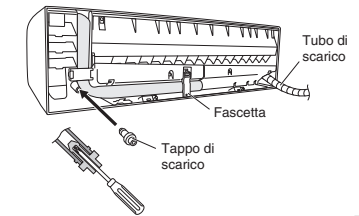

Fig. 3-100
- (d) Reinstallare il tubo di scarico sul lato sinistro e il tappo di scarico su quello destro. (Fig. 3-100)
- (3) Installare l'unità interna sul pannello posteriore.
- (4) Collegare i tubi e i cavi provenienti dall'esterno.
- (5) Dopo avere verificato con una prova di tenuta l'assenza di perdite fasciare tra loro i tubi con del nastro rinforzato e sistemarli bene nell'apposito spazio dietro l'unità interna bloccandoli con le apposite fascette. (Figs. 3-100 e 3-102)